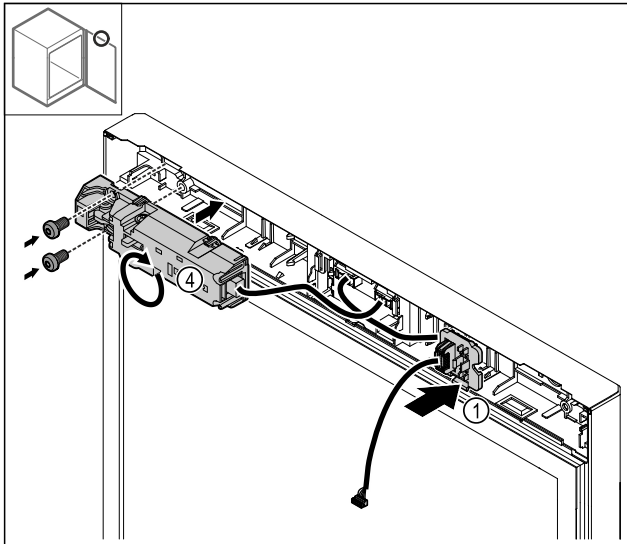

Fig. 28
- ▶ Фиксирайте държача на щекера Fig. 28 (1) от противоположната страна.
- ▶ Завъртете електрическата ключалка Fig. 28 (4) на 180° и я закрепете на противоположната страна.